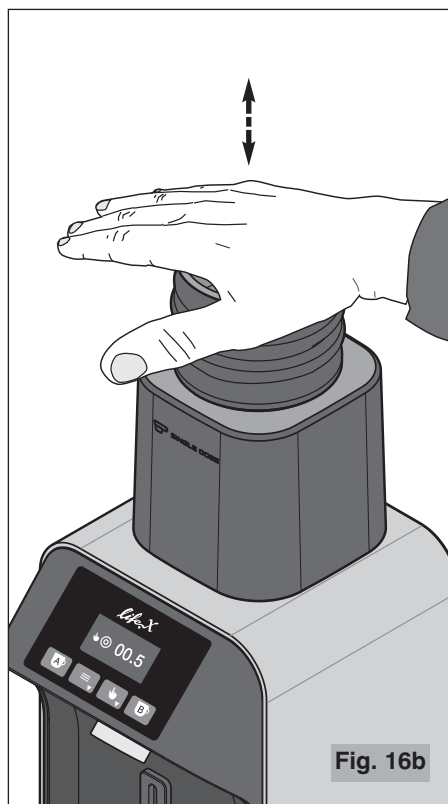

Fig. 16b
- 7 Avec le moteur en marche, après avoir complètement moulu les grains de café, frapper le soufflet (16 Fig. 3) avec la paume de la main en prenant soin de couvrir complètement son ouverture (voir Fig. 16b), afin de faire tomber tout le café moulu.